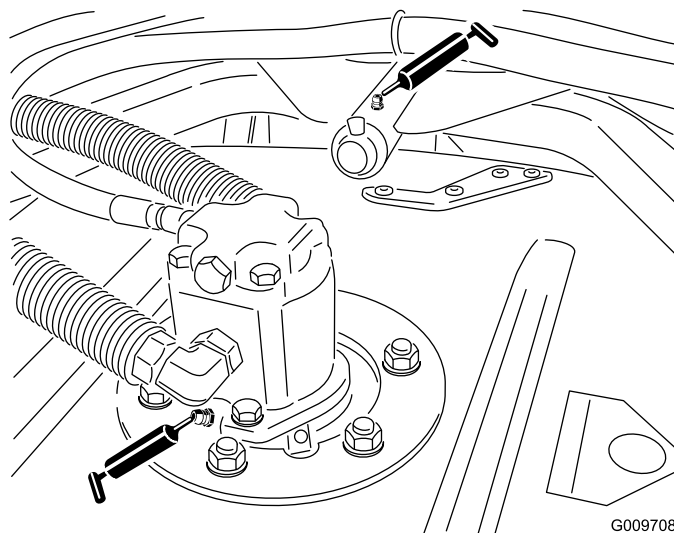

図 25
- ・ カuttingユニットのスピンドル・シャフトのベアリング (各カuttingユニットに1ヶ所) (図 25)
- ・ カuttingユニットのキャリア・アームのブッシュ (各カuttingユニットに1ヶ所) (図 25)